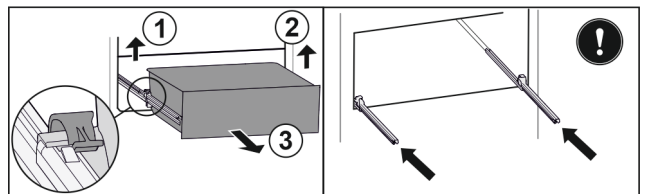

Fig. 98
- ▶ Linker klem optillen en gelijktijdig lade links naar voren trekken. Fig. 98 (1)
- ▶ Rechter klem optillen en gelijktijdig lade rechts naar voren trekken. Fig. 98 (2)
- ▶ Lade naar voren toe verwijderen. Fig. 98 (3)